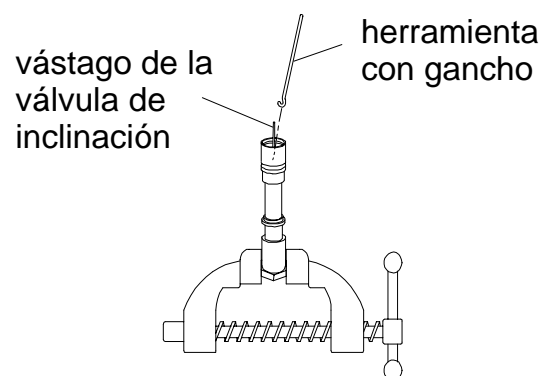

Figura 8
3. Con el casquillo de admisión aún sujeto en el tornillo de banco, quite el retenedor del asiento de la válvula de inclinación (32) y el soporte del asiento (31). Utilice una herramienta con gancho que no tenga aristas cortantes para extraer el asiento de la válvula de inclinación (30) del casquillo de admisión. Véase la figura 8.